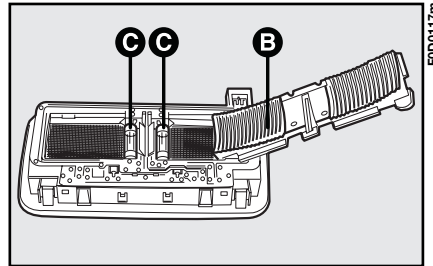

Abb. 30
2) Den Deckel **B**, **Abb. 30** anheben und die durchgebrannte Lampe **C** herausnehmen;